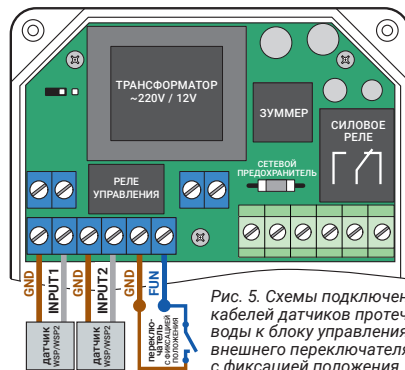

Рис. 5. Схемы подключения кабелей датчиков протечки воды к блоку управления и внешнего переключателя с фиксацией положения
6.2. Рис. 5. Схема подключения кабелей датчиков протечки воды к блоку управления. Все датчики протечки воды подключаются параллельно.
**6.3.** Рис. 5. Схема подключения к блоку управления переключателя (выключателя) с фиксацией положения. Предназначена для дистанционного включения/отключения водоснабжения. При замыкании переключателя шаровой электропривод закрывается, подача воды будет отключена. Также отключается выполнение функции «автоповорот». При размыкании переключателя шаровой электропривод откроется, подача воды будет возобновлена.